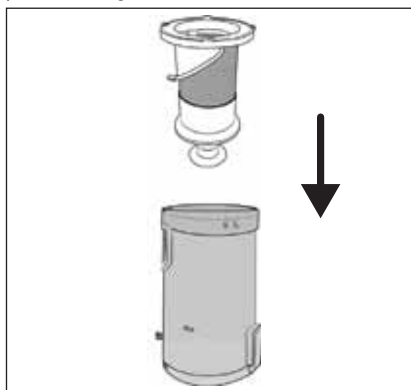

Fig. 23
- 6) Inserte el filtro de acero inoxidable **6** en el depósito de polvo **7** y presiónelo hasta el fondo (consulte la fig. 23). Para ello, observe los encastres de diferente tamaño del filtro de acero inoxidable **6**. El filtro de acero inoxidable **6** solo puede insertarse en una posición en el depósito de polvo **7** según estos encastres.